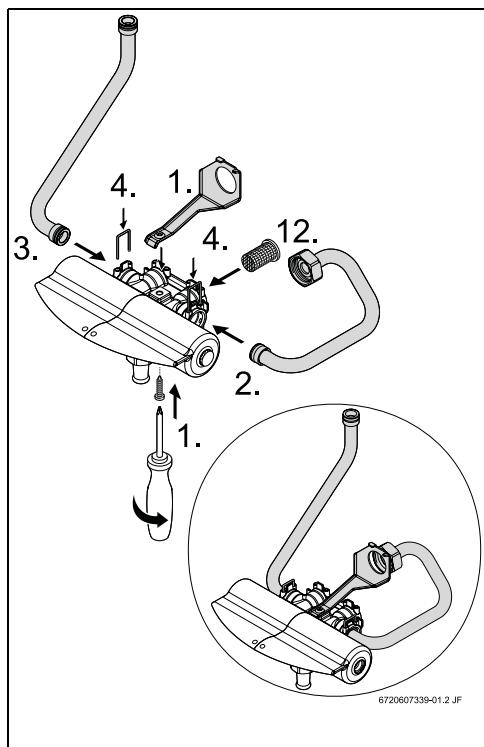

Bild 1
- Halterung am Mischer befestigen (→Bild 1, pos. 1).
- Kalt- (→Bild 1, pos. 2) und Warmwasserrohre (→Bild 1, pos. 3) montieren, dabei Anbringung der Befestigungsklammen (→Bild 1, pos. 4) nicht vergessen.
- Einbau des Wasserfilters (→Bild 1, pos. 12).